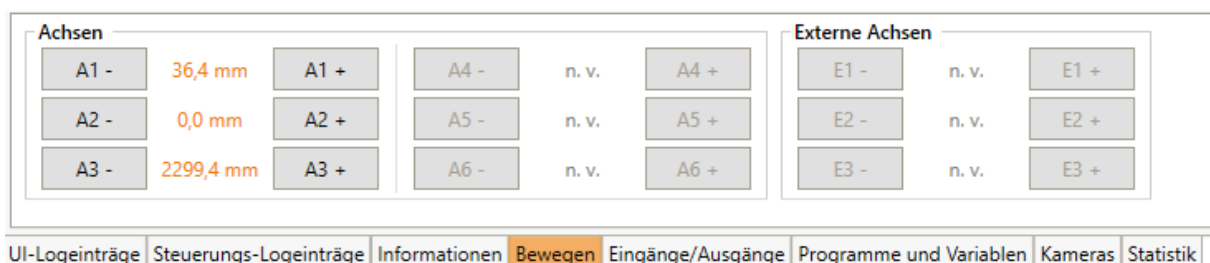

Abbildung 10: Die Softwareschaltflächen für "Achse"-Bewegungen. In beiden kartesischen Modi wechseln die Schaltflächen auf X, Y, Z, A, B und C.
- "Achse": Ein Klick auf A1 bis A6 bewegt die entsprechende Roboterachse (falls vorhanden). E1 - E3 bewegt die externen Gelenke. Dies können lineare oder Rotationsachsen sein (Abb. 10).